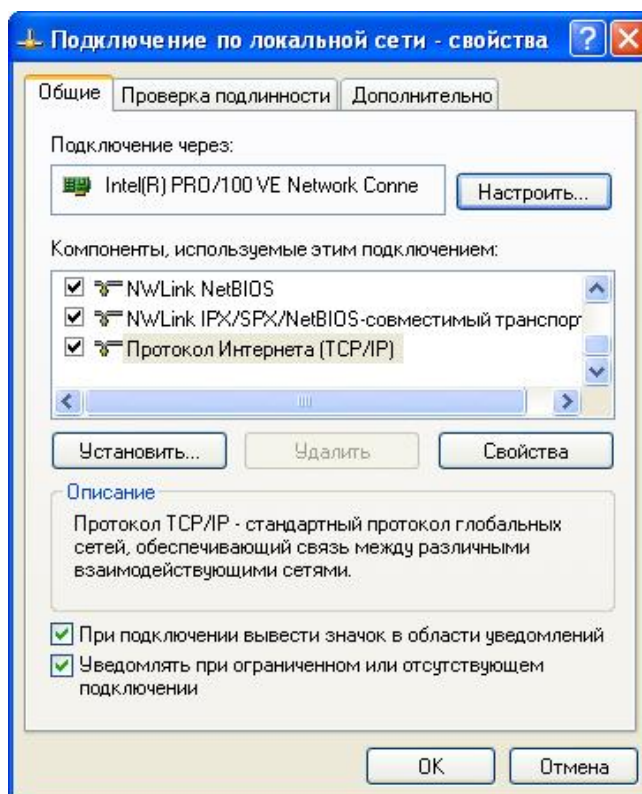

Рисунок 6. Подключение по локальной сети – свойства
2.4.6 На ПЭВМ в свойствах «Подключение по локальной сети» (рисунок 6), проверить настройки протокола TCP/IP (выбрать пункт «Протокол Интернета TCP/IP», нажать кнопку «Свойства»).